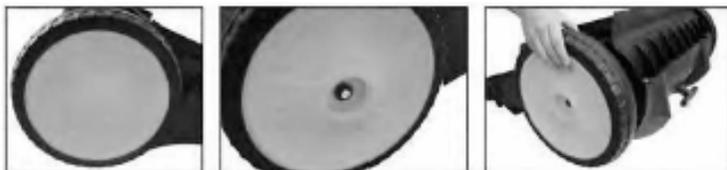

Рис. 15
- Используйте новую стопорную шайбу при установке колеса (рис.15).